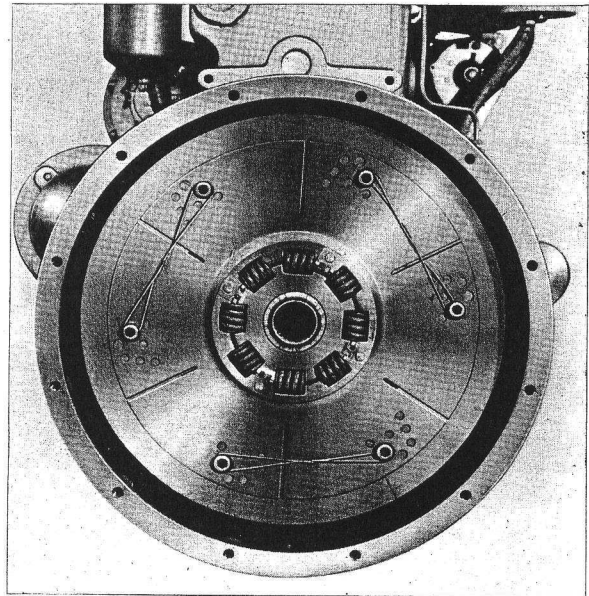

Fig. W1 — Plateau d'accouplement avec inverseurs Borg-Warner.
2. Déposer le plateau d'accouplement (fig. W1) fixé sur le volant.